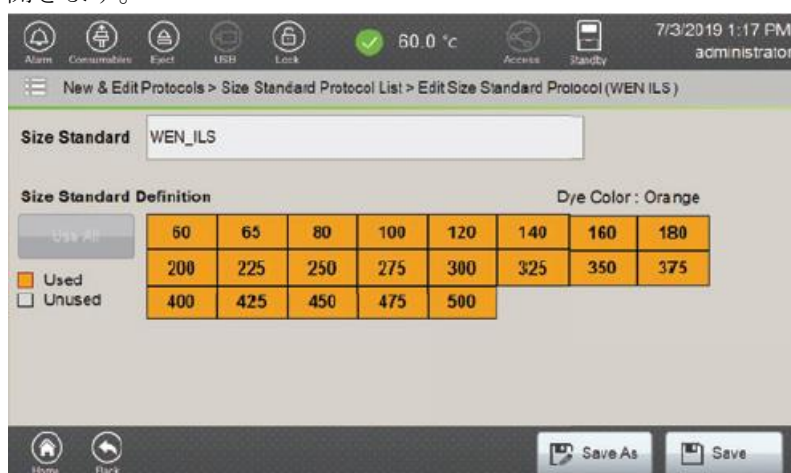

図 152 Edit Size Standard Protocol 画面
3. フッターの **Edit** を選択して、Edit Size Standard Protocol 画面（図 152）を開きます。